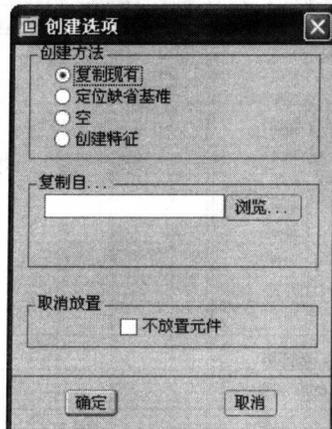

图 1.6 “创建选项”对话框
(3) 此时将打开“创建选项”对话框，用户可以任意选一种创建方法，如图 1.6 所示。